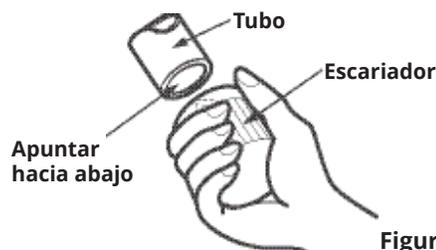

Figura 6.4
2. Con un escariador o una herramienta de desbarbado, elimine todas las rebabas de la sección cortada del tubo. Consulte la **Figura 6.4** arriba.